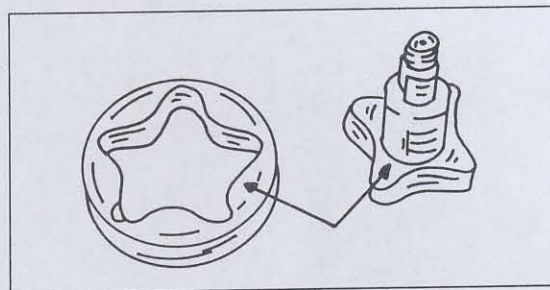

Bild 147
- Eine neue Dichtung in die Rille des vorderen Gehäuses einlegen. Die Dichtung hat nicht auf beiden Seiten die gleiche Form. Die flache Seite muss in die Rille eingesetzt werden. Bild 147 zeigt mehr darüber.